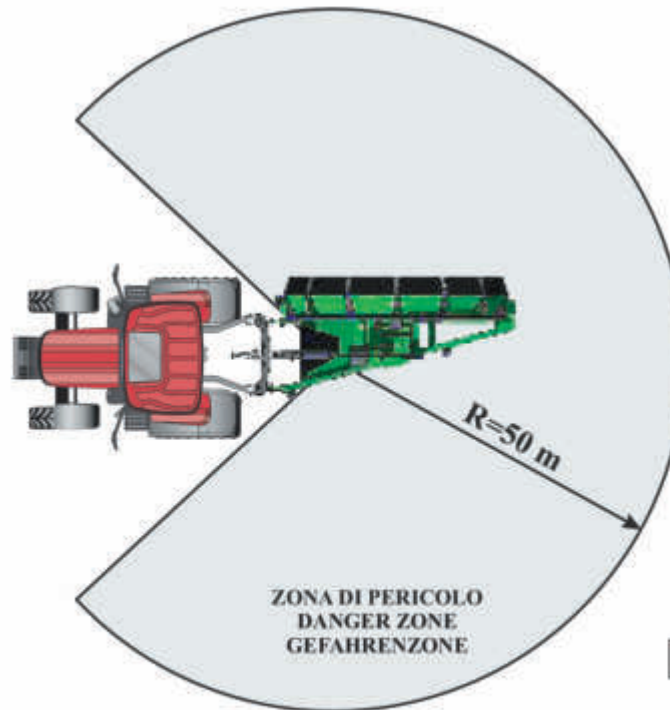

Fig.7
29. Accertarsi che tutte le persone coinvolte nelle operazioni siano a conoscenza del pericolo del lancio del materiale scavato e che sappiano individuare la zona di pericolo di **fig.7**.
29. Make sure that everyone involved in operations is aware of the danger caused by the material that is thrown during excavation and that they are able to identify the danger area in **fig. 7**.
29. Sicherstellen, dass alle an den Tätigkeiten beteiligten Personen über die Gefährdung durch herausgeschleudertes Aushubmaterial in Kenntnis gesetzt wurden, und dass sie die Gefahrenzone einschätzen können, siehe **Abb. 7**.